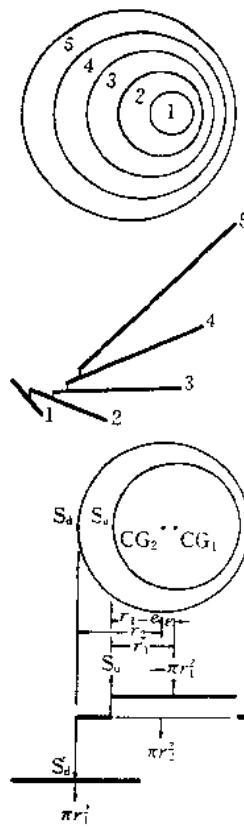

图 13 “蠕”单元件的下料及其平衡和联结方法
4、蠕 蠕属板/片魔摆,它是由一个圆盘切割出的五个偏心环,相继按相等倾斜角度差联结而成的。如图 13 所示,挂点 S_d 位于环的最宽